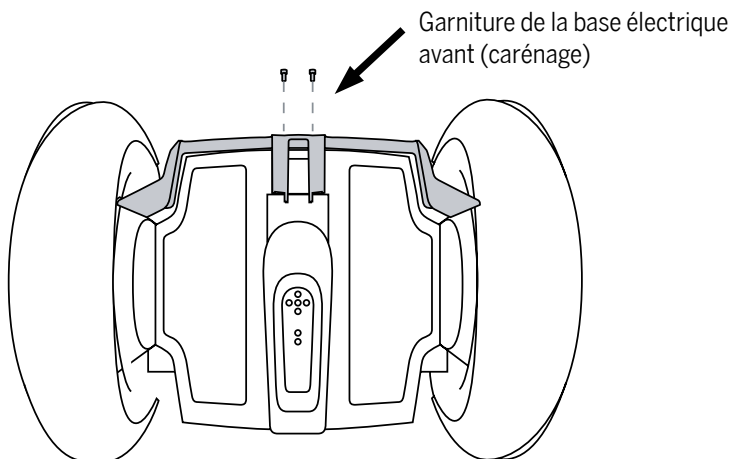

Figure 1. Retrait des vis de carénage
2. Retirez les (2) vis de la garniture de la base électrique avant (carénage) à l'aide d'une clé hexagonale de 4 mm. **Référez-vous à la figure 1.**